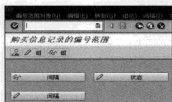

图 7-38 “购买信息记录的编号范围”界面
STEP 1 在命令栏输入 SPRO 命令，通过菜单选择“物料管理→采购→采购申请→定义号码范围”选项，弹出“购买信息记录的编号范围”界面，如图 7-38 所示。